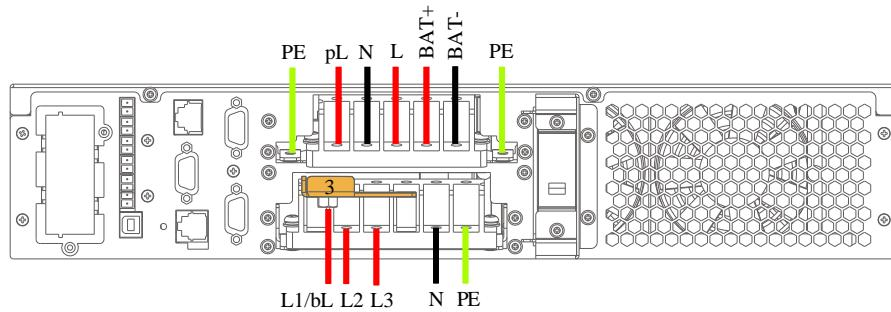

图2-21 接线示意图（三进单出、主旁同源）
4. 将短接铜排 3 接在输入火线端子（L1）、旁路输入火线端子（bL）上，拧紧固定螺钉。将三相主路输入火线穿过过线孔，然后将火线 L1 接到铜排 3 的螺钉孔上，火线 L2、L3 分别连接到 UPS 输入输出端子排上的输入火线端子（L2、L3）；将主路输入中线和输入地线穿过过线孔，分别连接到 UPS 输入输出端子排上的输入中线端子（N）、输入地线端子（PE）上，并拧紧固定螺钉。如图 2-21 所示。
5. 如图 2-21 所示, 将输出火线、输出中线和输出地线穿过接线盒上盖的过线孔, 然后分别连接到 UPS 输入输出端子排上的输出火线端子 (L)、输出中线端子 (N) 和输出地线端子 (PE) 上, 并拧紧固定螺钉。